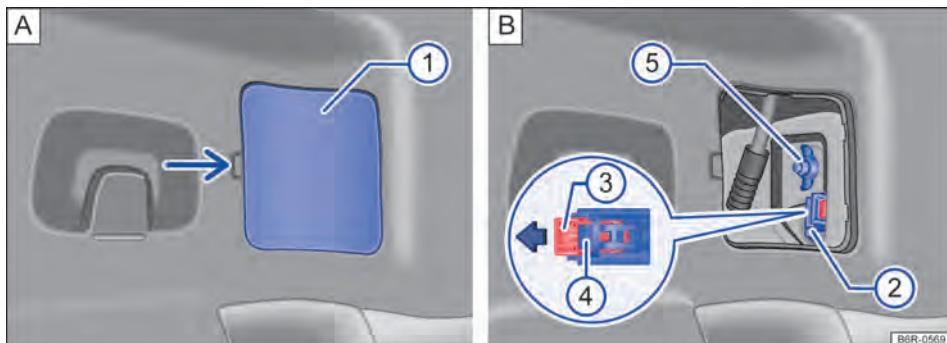

Fig. 117 Lateralmente no compartimento de bagagem: A: desinstalar a cobertura, B: remover a lanterna traseira.
- ① Observar a lista de controle e executar as ações → Página 153.
- ② Abrir a tampa traseira → Página 66.
- ③ Remover com cuidado a cobertura ① → Fig. 117 A.
- ④ Retirar o conector de alimentação, primeiramente puxar a trava vermelha ③ no conector ② no sentido da seta → Fig. 117 B. Para auxiliar, utilizar uma chave de fenda.
- ⑤ Pressionar o travamento ④ e retirar o conector ② → Fig. 117 B.
- ⑥ Soltar o parafuso borboleta ⑤ → Fig. 117 B e retirá-lo, segurando ao mesmo tempo, a lanterna traseira.
- ⑦ Puxar cuidadosamente a lanterna traseira para fora, para desencaixá-la da carroceria → ①.
- ⑧ Retirar a lanterna traseira e colocá-la sobre uma superfície limpa e lisa.
- ① Encaixar a lanterna traseira cuidadosamente na carroceria.
- ② Segurar a lanterna traseira na posição de montagem com uma das mãos e, aparafusar com a outra o parafuso borboleta ⑤ → Fig. 117 B.
- ③ Verificar a montagem correta e o assentamento firme da lanterna traseira na carroceria.
- ④ Colocar o conector ② no suporte das lâmpadas e pressionar o travamento ③ na direção contrária da seta no conector → Fig. 117 B.
- ⑤ Recolocar a cobertura. A cobertura deve encaixar e estar firme.
- ⑥ Fechar a tampa traseira → Página 66.